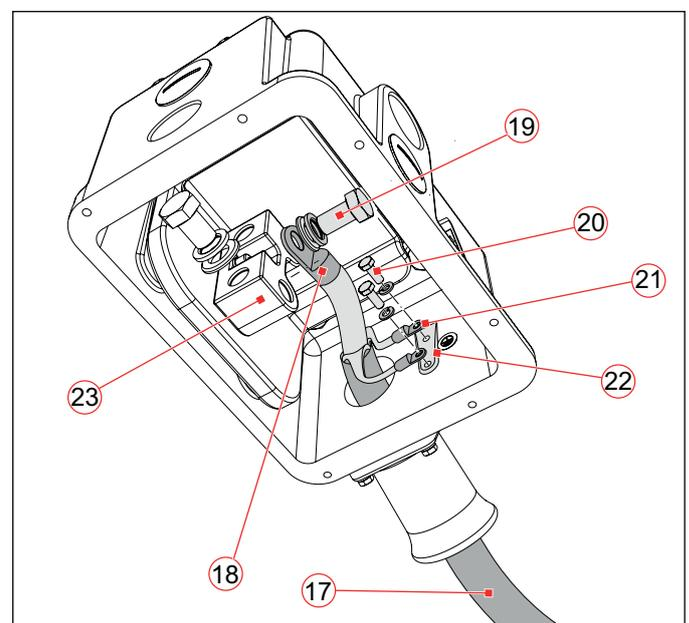

Abb. 23: Anschlusskabel (17) anschließen
Die Anschlusskabel können – je nach Abzweigkastenvariante – an verschiedenen Stellen oben oder unten am Anschlussstück (Abb. 23/23) angeschraubt werden.
- ▶ Das Anschlusskabel (Abb. 23/17) in den Kabelabzweigkasten einführen.
- ▶ Kabelschuh des Anschlusskabels (wie beispielsweise in Abb. 23/18 gezeigt wird) mit Schraube (19), Beilagscheibe sowie Sperrkantring am Anschlussstück (23) festschrauben. Drehmoment für die Kabel-Anschlusschraube: 80 Nm
- ▶ Die 2 Kabelschuhe (21) der beiden Erdungsleitungen mit Schrauben (20) und Sperrkantringen an den Erdungsanschlüssen (22) festschrauben. Drehmoment für die Erdungsanschlusschrauben: 5 Nm